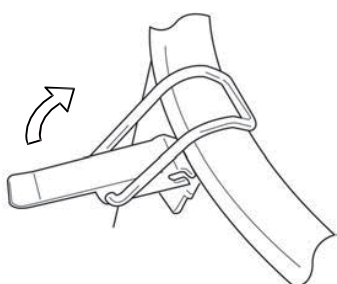

Fig.1
- 1) Ontgrendel de sluitklemmen (8) op het reservoir en verwijder het deksel (1) (**fig. 1**).